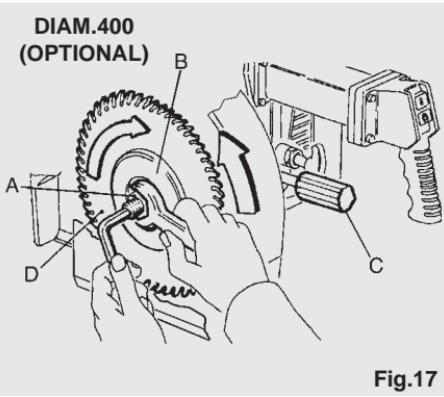

Fig.17
Aprire il carter coprilama, agire sulla maniglia (C) allentare il bloccaggio e portare il carter inferiore all'estremità inferiore bloccandolo in posizione. Con il carter così bloccato avrete lo spazio necessario per il passaggio della flangia blocca lama (B). Per allentare il dado con filettatura sinistrorsa (A) di fig. 17 tenere fermo l'albero motore inserendo una brugola come in fig. 17 ed agire con una chiave aperta in senso orario. Nel compiere questa operazione attenzione a non ferirsi urtando la lama, si consiglia quindi l'uso di guanti.